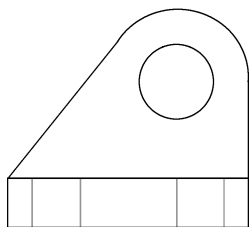

图 10-81 主视图
(8) 在【模型视图名】下拉列表框中双击【FRONT】选项，这时，【模型视图名】下面的文本框中显示“FRONT”字样，图形区显示主视图。
(9) 单击【确定】按钮，完成主视图的创建，如图 10-81 所示。